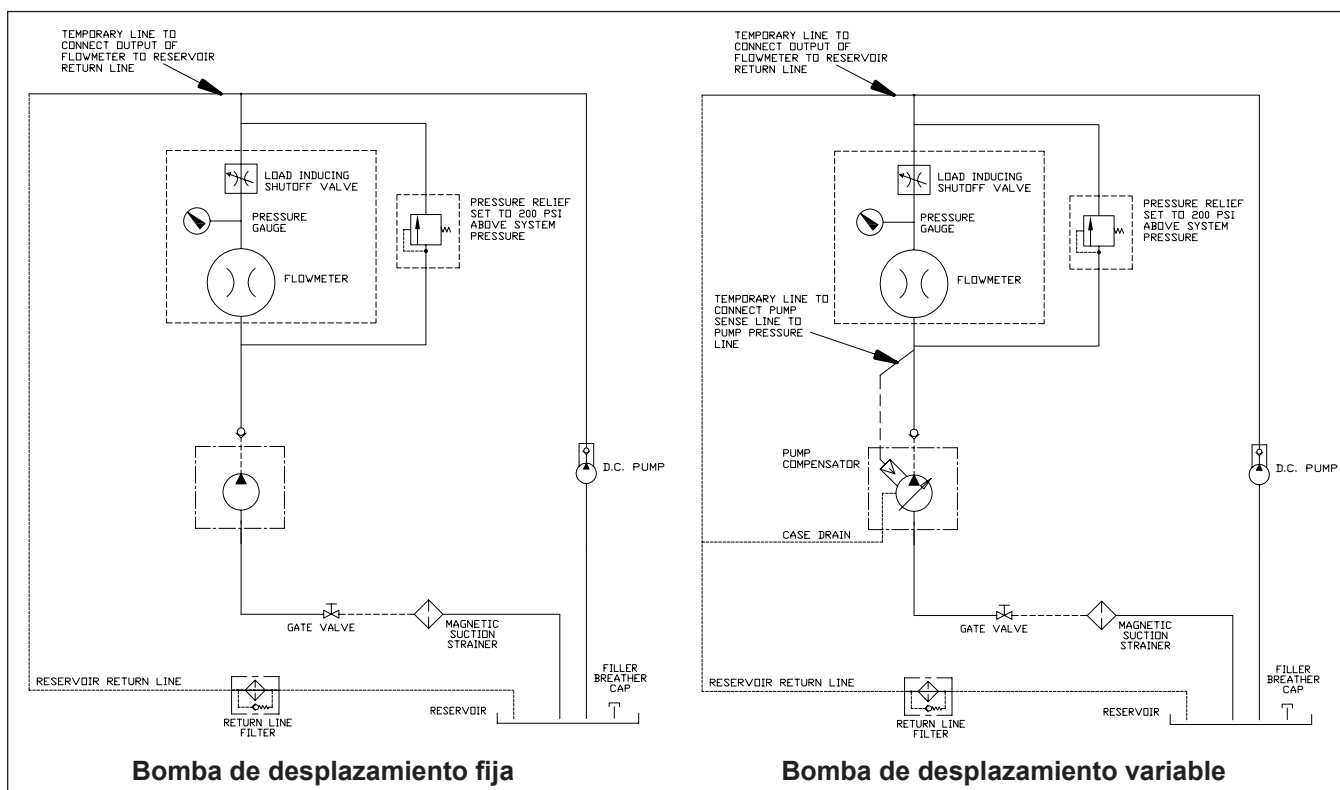

Figura 8.4 — Conexiones de prueba del flujo de la bomba
4. Conecte la entrada del medidor de flujo (consulte la Figura 8.4) a la bomba usando un tramo largo de la manguera hidráulica. El diámetro de la manguera debe ser igual o mayor al de la manguera utilizada
5. Si la bomba cuenta con un compensador, conecte la línea sensora de la bomba a la línea de presión que ingresa al medidor de flujo (consulte la bomba de desplazamiento variable en la Figura 8.4).
7. Instale un dispositivo de alivio de presión para derivar el flujo de la bomba alrededor del medidor de flujo y de la válvula de corte. Consulte la Figura 8.4 sobre colocación del dispositivo de alivio. El dispositivo de alivio debe estar configurado en no más de 200 psi (13,79 bar) por encima de la presión de sistema de la unidad requerida. La presión del sistema está impresa en la placa de número de serie de la unidad. Tape y obture las conexiones que estén abiertas.